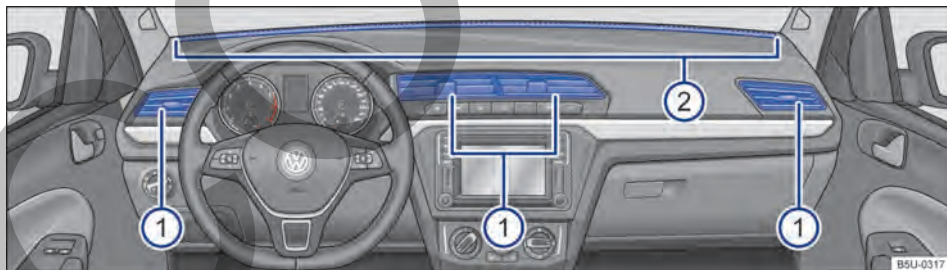

Fig. 75 En el panel de instrumentos: difusores de aire.
Para conseguir una calefacción, una refrigeración y una entrada de aire suficientes en el interior del vehículo, los difusores de aire nunca se deberán cerrar completamente → **fig. 75** **1**.
Hay otros difusores de aire, no regulables, se encuentran en el medio del panel de instrumentos → fig. 75 ②, en las áreas de los pies y en la parte trasera del interior del vehículo.